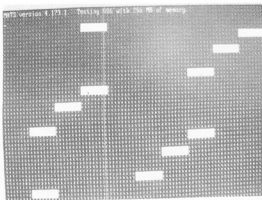

图 5-79 使用 MATS 测试中
(2) 把电容换完，再次测试，没想到依然花屏，只是没那么严重了，还能看清字。于是使用 MATS 测试，如图 5-79 所示。